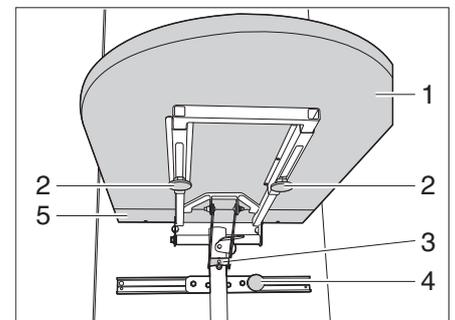

Bild 37 Klapptisch, Tischfußaufnahme
- Zwei Rändelschrauben (Bild 37,2) lösen und Tischplatte (Bild 37,1) nach vorne schieben.
- Tischplattenverlängerung (Bild 37,5) von der Tischplatte abnehmen.
- Tischplatte nach oben heben und Stütze (Bild 37,3) aushängen.
- Tischplatte (Bild 37,1) nach unten schwenken.
- Rändelschraube (Bild 37,4) lösen und Klappstuhl in gewünschte Position verschieben.
- Rändelschraube (Bild 37,4) wieder anziehen.